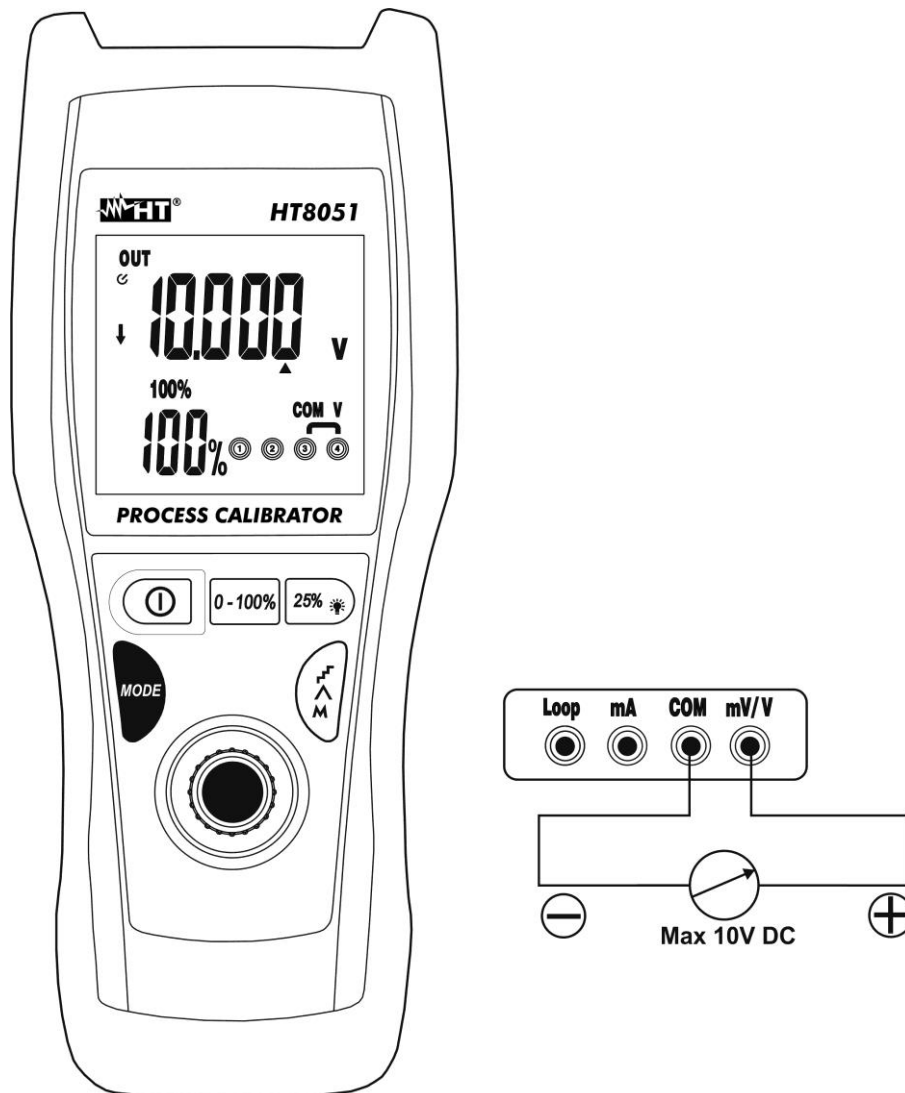

Fig. 4: Geração de tensão CC
4. Colocar a ponteira verde e a ponteira preta, respetivamente, nos pontos com potencial positivo e negativo do dispositivo externo (ver Fig. 4).
5. Para a geração do valor negativo da tensão rodar as ponteiras de medida no sentido oposto em relação à ligação da Fig. 4.